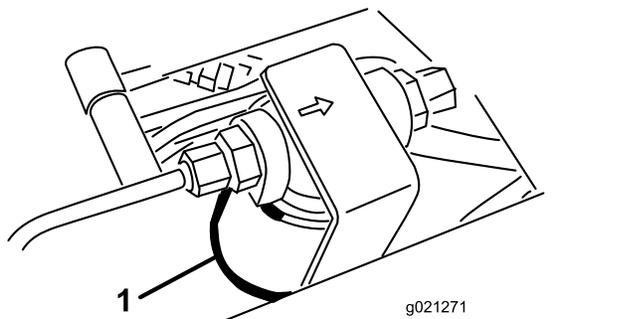
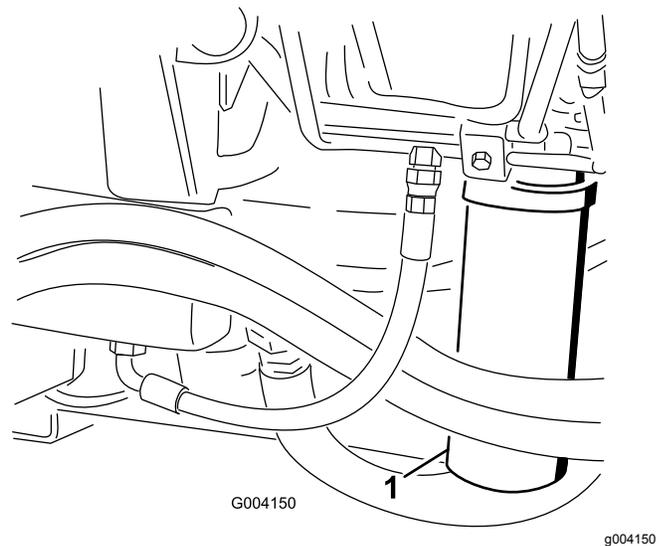

Figura 102
Figura 103
2. Limpe a área à volta da área de montagem do filtro e coloque um recipiente de drenagem por baixo do filtro (**Figura 102**) e (**Figura 103**).